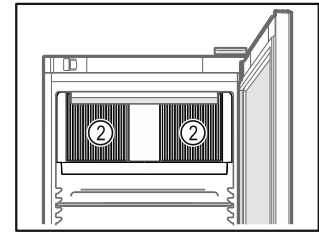

Fig. 57
- Тримати відкритою вентиляційну щілину Fig. 57 (2) вентилятора циркуляційного повітря у внутрішній камері.